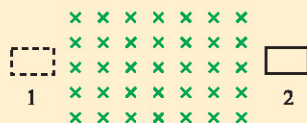

图 1-2-5 线圈在匀强磁场中通过
2. 如图1-2-5所示, 让闭合线圈由位置1匀速通过一个匀强磁场运动到位置2. 线圈在运动过程中, 什么时候有感应电流, 什么时候没有感应电流? 为什么?